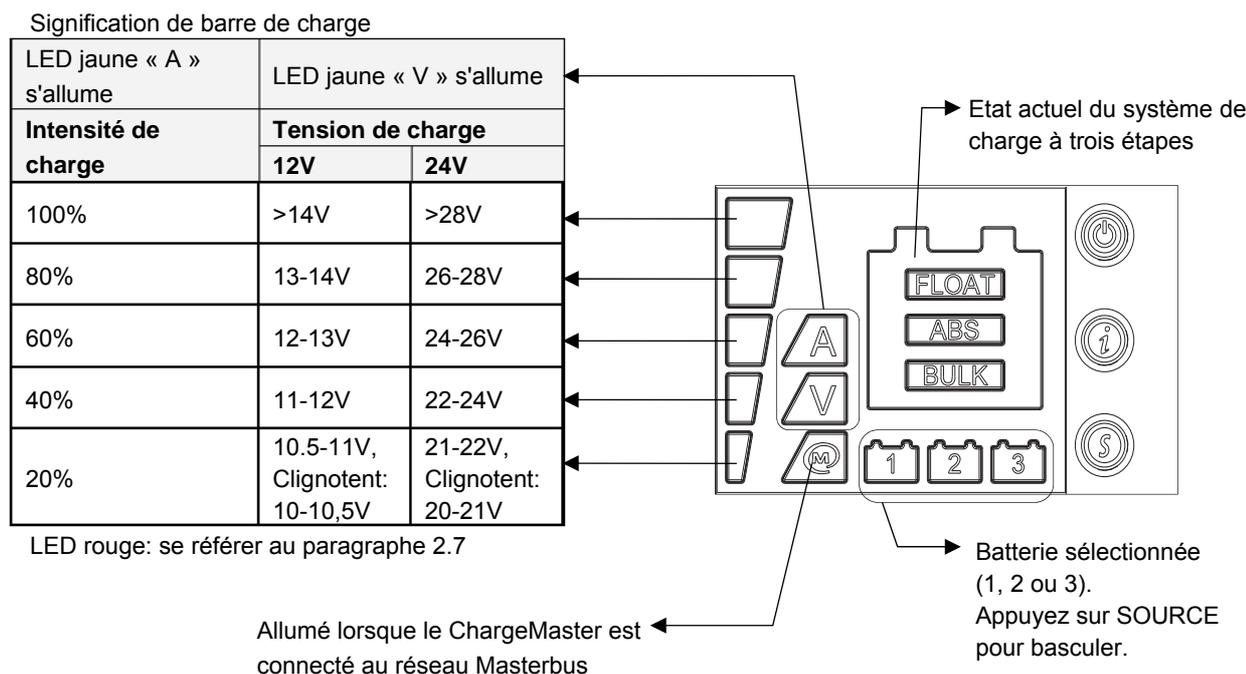

Figure 3: Écran LED
Le ChargeMaster est équipé d'un écran LED en couleur. Se référer à la Figure 3. Des combinaisons de voyants de différentes couleurs ont des significations différentes. La combinaison de l'affichage en cours (A) et de la barre de charge indique le pourcentage d'intensité maximum, des trois parcs batteries ensemble.